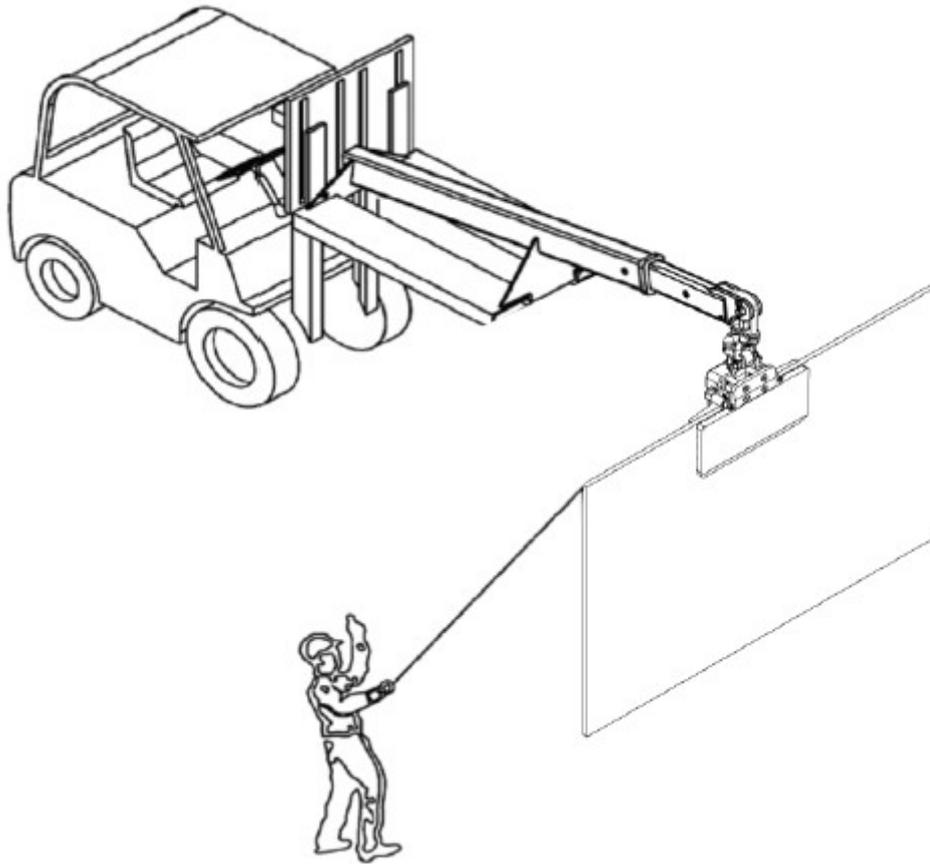

Abbildung 4.1
**Schritt 4: Transportieren Sie das Material an den gewünschten Ort** (Abbildung 4.1).